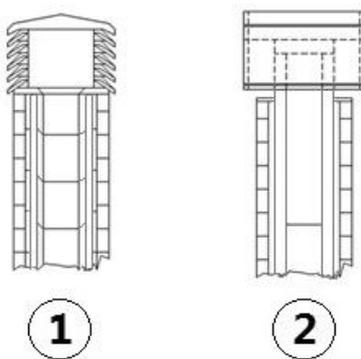

Fig. 5 - Extremos de chimenea antiviento
- AK. Controlar rigurosamente que haya sido instalada una cumbreira o sombrero anti viento **Fig. 5** según las normas vigentes. Del terminal, cumbreira o sombrero adecuado dependerá en gran medida la correcta evacuación de los humos y previene muchos problemas de instalación.
- Conducto de ventilación externa realizado enteramente en tubos inox aislados o sea con pared doble de mínimo $\varnothing 100/120$ mm: todas las partes son bien ancladas al muro, con el extremo de chimenea antiviento (véase Fig. 5).